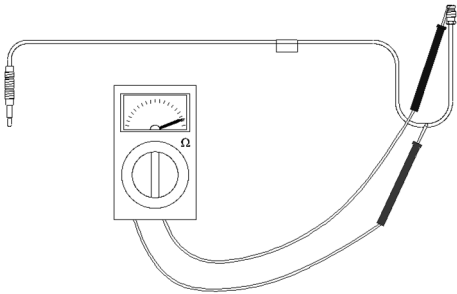

Fig. 18
**El aparato se enciende, pero se apaga al soltar el pulsador de la válvula de seguridad. (Fig. 18)**
**The system ignites, but goes out when the safety valve button is released (Fig. 18).**
**L'appareil s'allume, mais il s'éteint en relâchant le bouton de la vanne de sécurité (Fig. 18).**